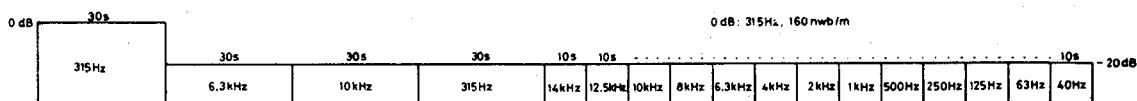

Fig. 10-1 Signaux préenregistrés sur la bande d'étalonnage
- STD-331B : Réglage de lecture (Fig. 10-1)